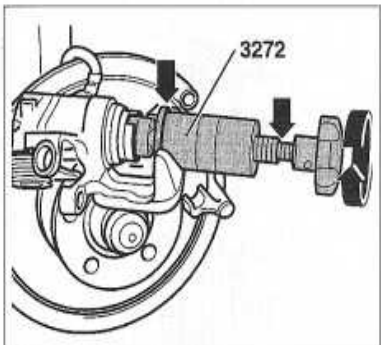

FIGURE 7-8
- **À la repose**, repousser complètement le piston de l'étrier à l'aide d'un outil approprié (VAG 3272) (figure 7-8). Remplacer les vis de colonnette et respecter les couples de serrage prescrits. Appuyer plusieurs fois sur la pédale de frein afin que les plaquettes reprennent leur position de fonctionnement.